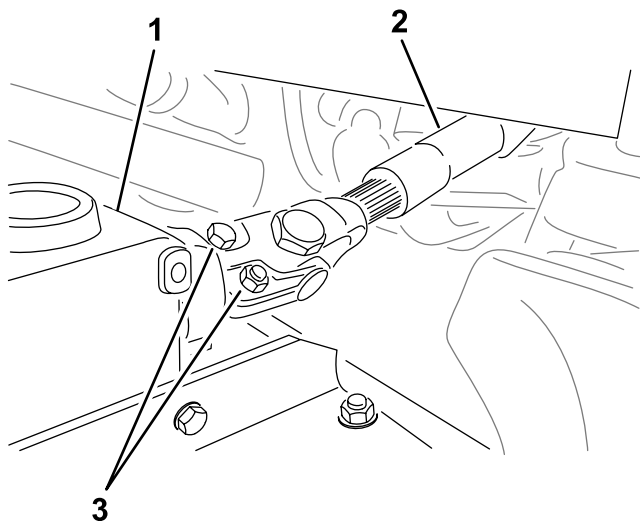

図 16
3. PTO シャフトをギアボックスに取り付ける 2 組のボルト 5/16" x 2" ナット 5/16" を互いに反対向きに取り付け 図 16、それぞれのナットを 40 N·m 4.2 kg·m = 30 ft·lb にトルク締めする。